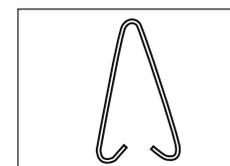
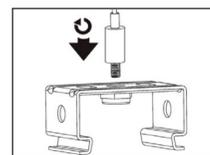

Рис. 4
Рис. 5
- Для установки осветительного прибора на подвесы используйте скобы (2 шт. – рис. 4) для подвешивания (входят в комплект поставки) или тросовую систему подвеса (рис. 5) (в комплект поставки не входит и приобретается отдельно).